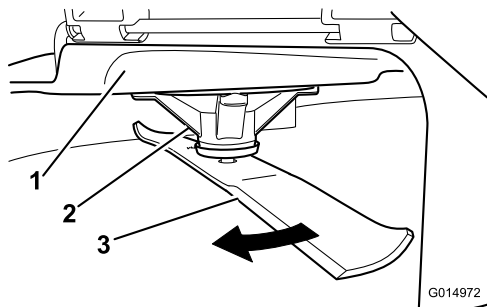

Figura 89
2. Llevando guantes fuertemente acolchados u otro tipo de protección apropiada para las manos, gire la cuchilla lentamente hasta una posición que permita medir la distancia entre el filo de corte y la superficie nivelada en la que descansa la máquina (**Figura 89**).